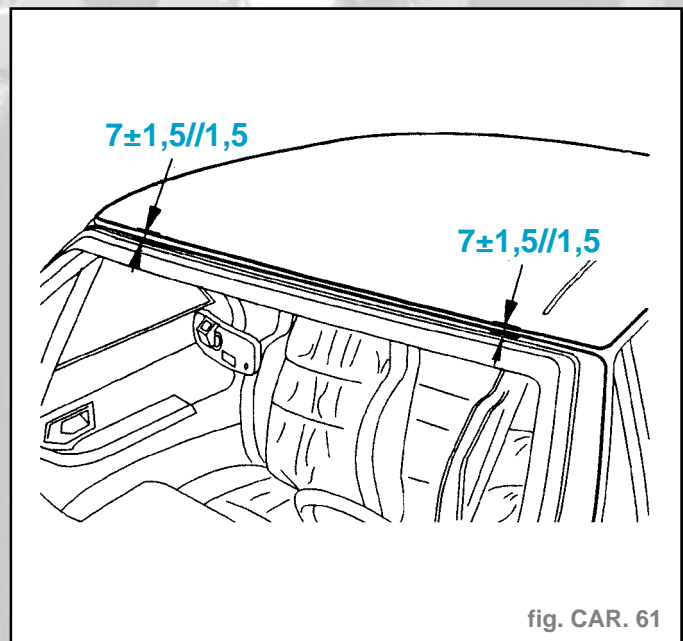

fig. CAR. 61
- En agissant sur les fixations (22) régler le jeu et le parallélisme du toit rigide avec la baie de pare-brise à **$7 \pm 1,5$ mm** (fig. CAR. 61).